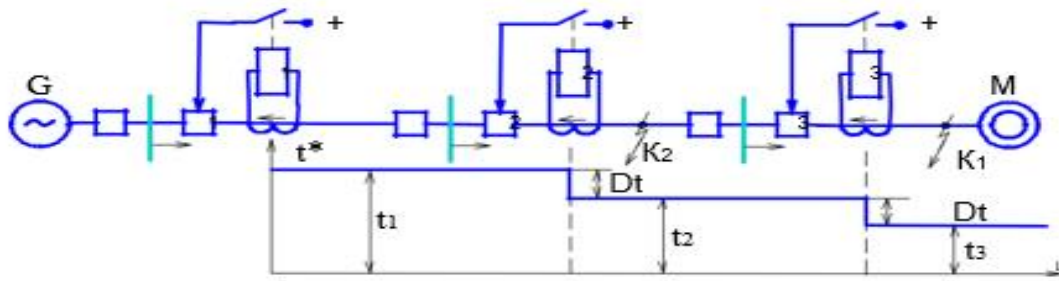

Рис. 4
4. Определить назначение, описать действия и перечислить основные защит, представленных на рис. 4- 8.